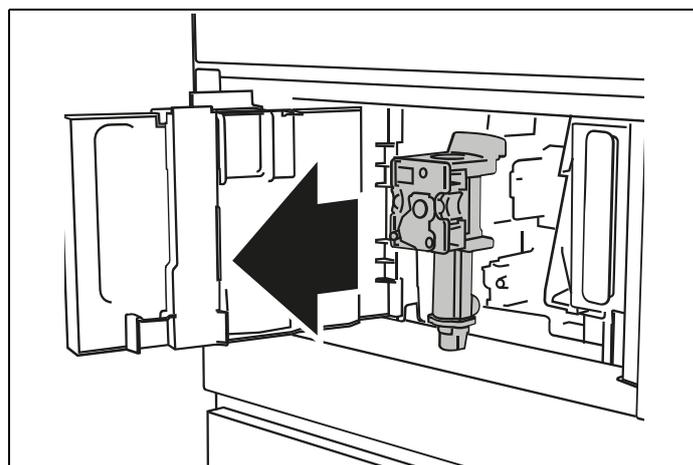

Fig. 48
- 4) Appuyez sur les deux boutons de déverrouillage colorés vers l'intérieur et tirez en même temps l'infuseur vers l'extérieur (Fig. 48).